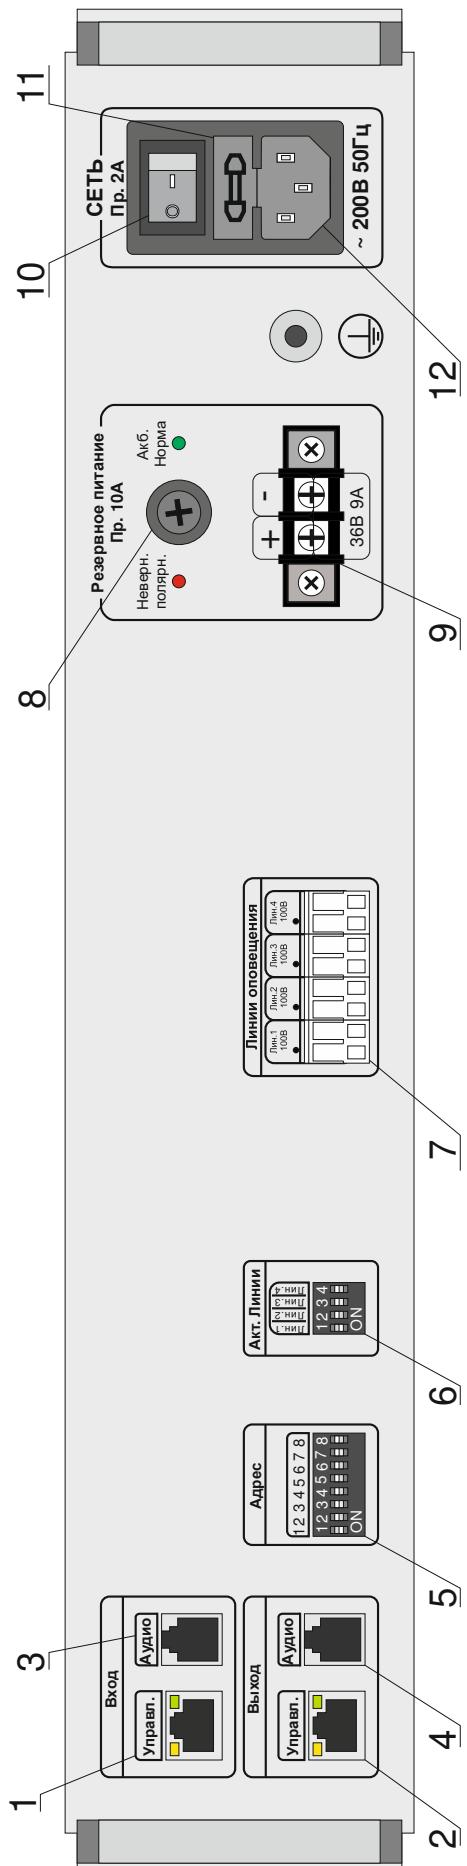

Рис. 2.10. Вид задней панели 29
2.3.2.4 Устанавливают выключатель СЕТЬ (поз.10 на Рис. 2.10), обеспечивающий подачу электропитания, в положение, соответствующее отключенному состоянию.
На задней панели (см. Рис. 2.10) расположены:
Включают электропитание посредством выключателя СЕТЬ (поз.10 на Рис. 2.10).